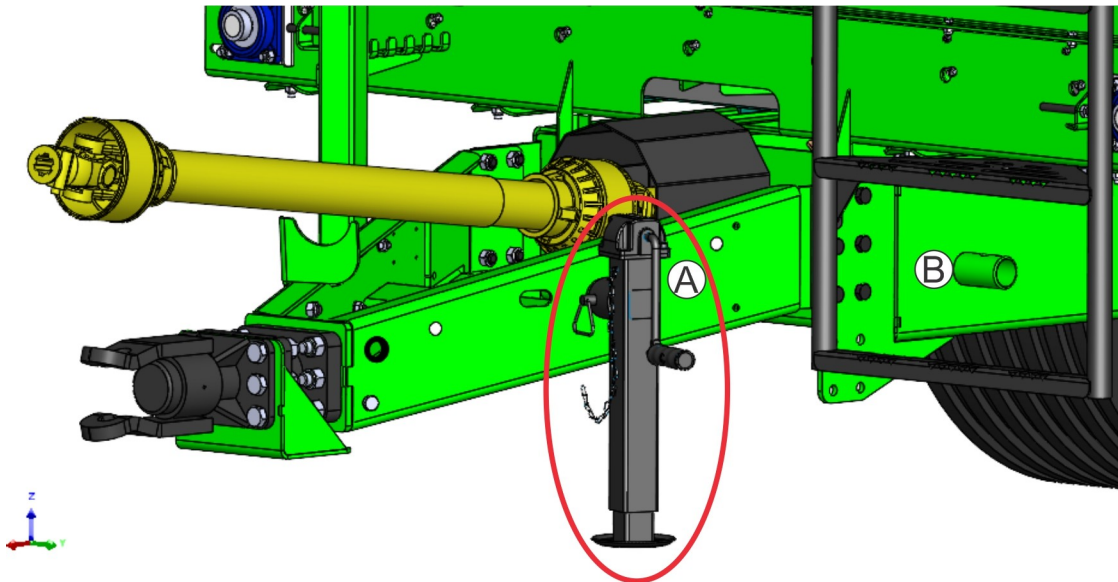

Figura 5.2 – Macaco pedestal.
9. Após engatado, gire a manivela até liberar o macaco, em seguida gire o macaco, e o alojé na posição horizontal, conforme figura 5.2. Além disso, o macaco também pode ser fixado nos pontos A e B da figura.